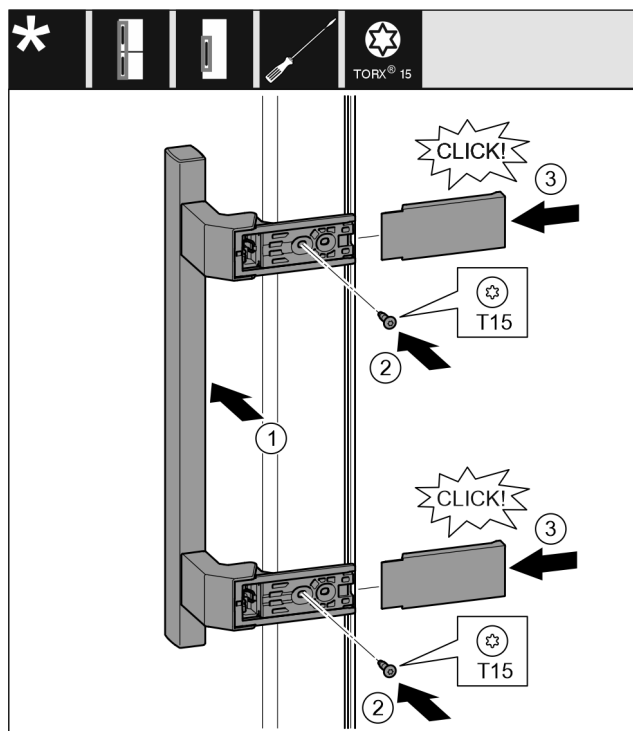

Fig. 18
- ▶ Tegye fel a fogantyút a másik oldalra. Fig. 18 (1)
- ▶ Húzza meg a csavarokat a T15 csavarhúzóval. Fig. 18 (2)
- ▶ Tegye fel az oldalsó fedelet, és tolja fel őket. Fig. 18 (3)